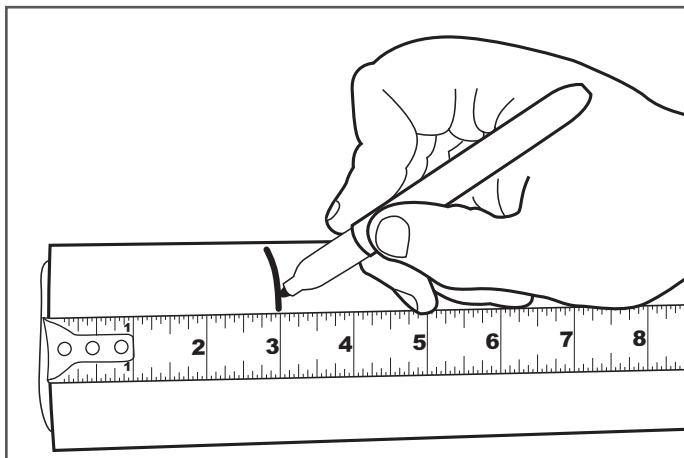

Figure 7-1
2. Pour déterminer la longueur de gaine à retirer, mesurez environ 8 cm (3 po) à partir de l'extrémité (Figure 7-1).